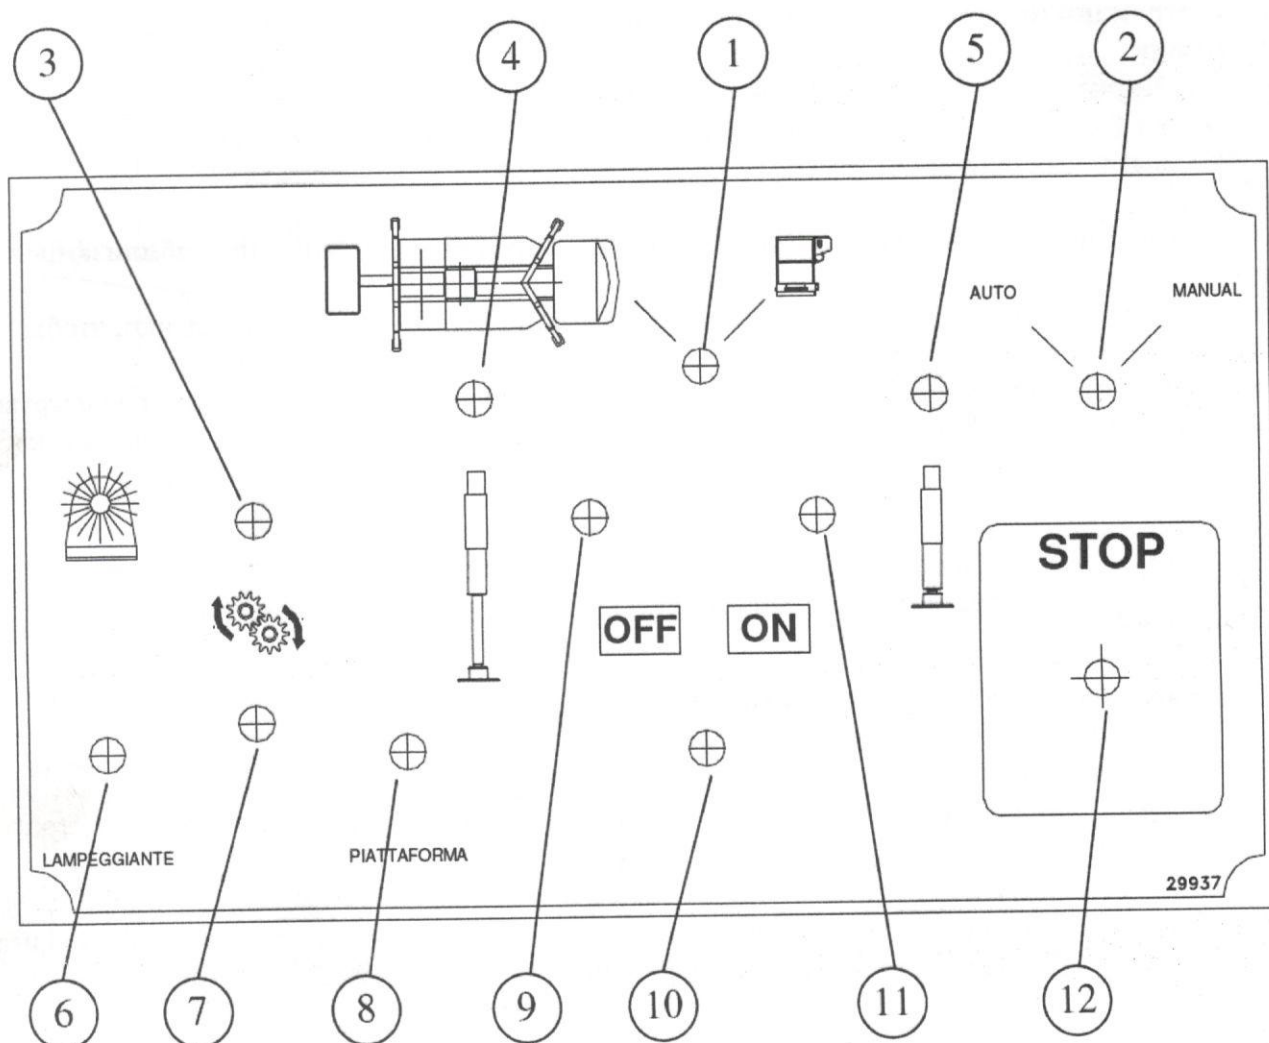

Рисунок 17.
- Установите рычаг управления между сиденьями в положение «ENGAGE», загорится сигнальная лампа КОМ (поз.7, рис. 17) и включится акустический сигнал.
Нажмите на кнопку аварийной остановки (поз. 12 рис. 17) на панели управления в кабине в случае возникновения опасной ситуации.
- Если выравнивание не протекает, как должно быть, стабилизируйте подъемник вручную с помощью механического управления выносными опорами (поз. 2 рис.17)
- В заключение, поверните ключ (поз.2 рис.17) в положение автоматической стабилизации, затем направо (поз.1 рис.17) в позицию управление в люльке.